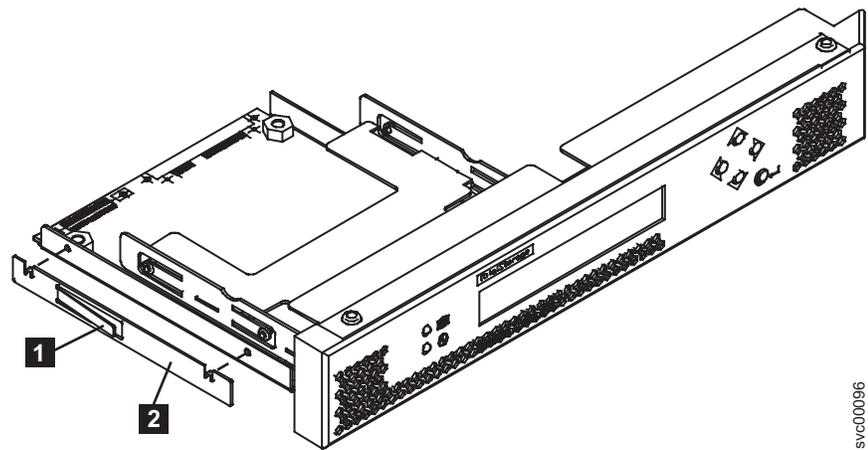

図 64. SAN ボリューム・コントローラー 2145-8F2 または SAN ボリューム・コントローラー 2145-8F4 サービス・コントローラー
5. ケージ・アセンブリーを持ち上げて、サービス・コントローラー・アセンブリーの左側にある青色のリリース・ラッチ (89 ページの図 64の **1**) を操作できるようにします。